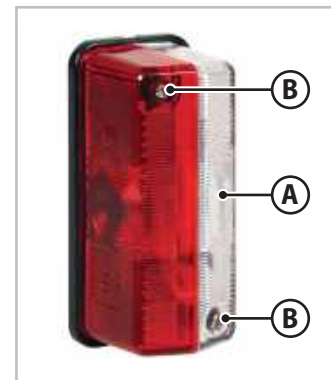

Fig.7.3 - Feux de gabarit latéraux
2. Démonter le cache blanc-rouge (A - Fig.7.3) en retirant les vis de fixation (B - Fig.7.3).
5. Remettre le cache blanc-rouge (A - Fig.7.3) à l'aide des vis de fixation (B - Fig.7.3) précédemment retirées.